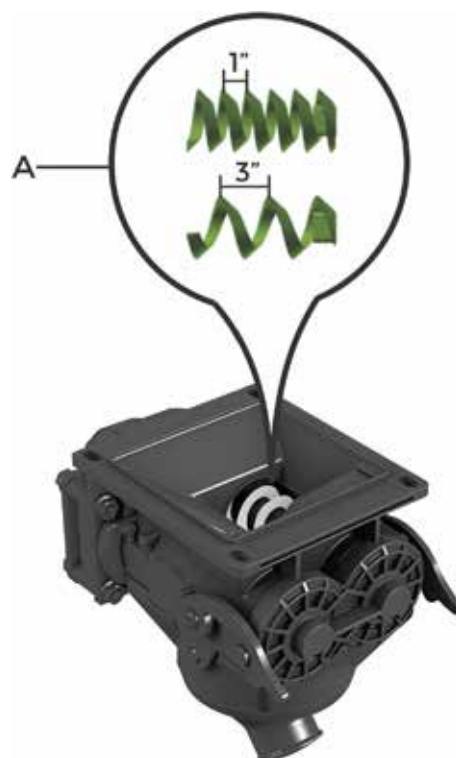

fig. 12
A regulagem da quantidade de fertilizante em kg/ha é realizada através das roscas sem-fim, de passo 1" e 3" (A) (fig. 12) montadas no dosador TOPLANTING e do recâmbio das rodas dentadas da transmissão.